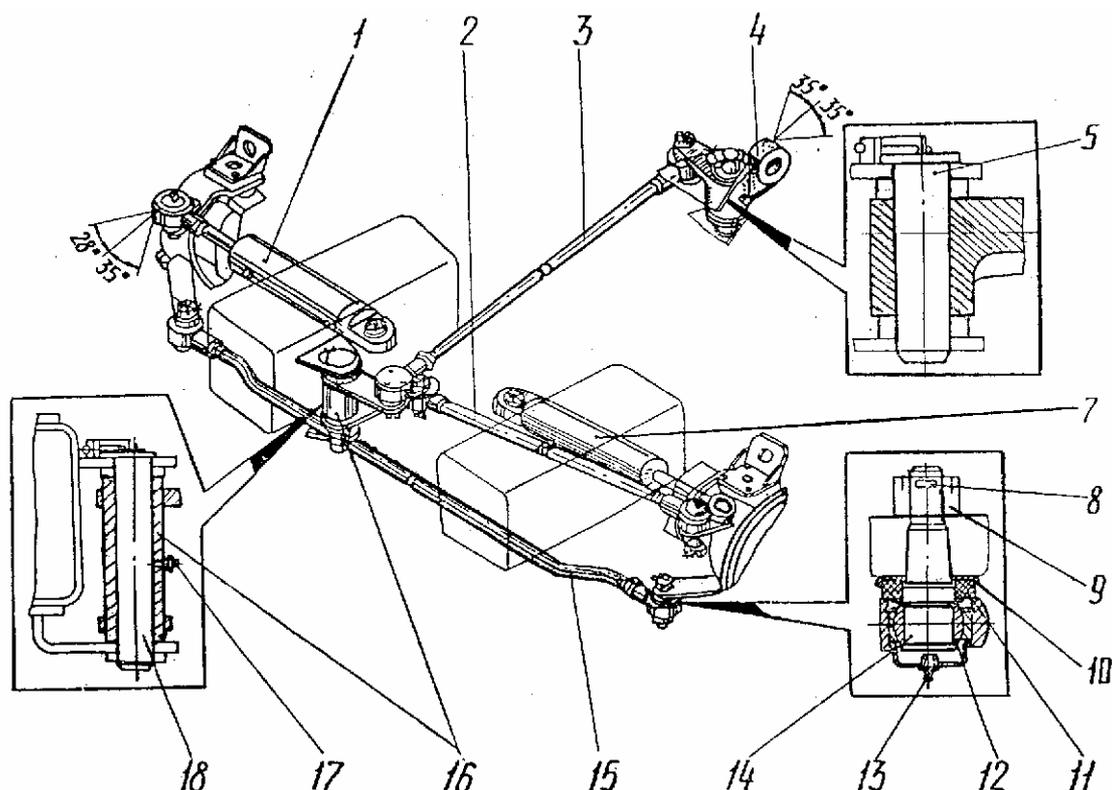

Рис. 21 Механизм управления поворотом колес
1.4. МЕХАНИЗМ УПРАВЛЕНИЯ ПОВОРОТОМ КОЛЕС (РИС. 21)
Поворот передних колес при движении экскаватора своим ходом осуществляется с помощью гидравлического рулевого управления, исполнительными элементами которого служат один или два гидроцилиндра поворота колес 1 и 7 (на рис. 21 показан вариант с двумя гидроцилиндрами).